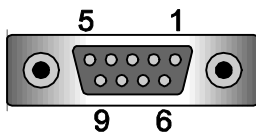

Fig.18
- L'inverter SunEzy è dotato di un'interfaccia RS232 in serie che consente l'accesso ai dati dell'apparecchio utilizzando un PC per mezzo del software SunEzy Control in dotazione. Questo collegamento è accessibile rimuovendo la mascherina RS232 presente sul pannello inferiore dell'apparecchio. Si tratta di una presa DB9 (**Fig. 18**), i cui pin sono illustrati nella tabella riportata a lato.